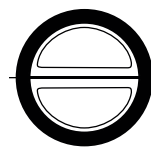
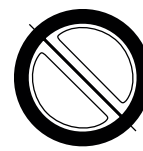

Рис. 2
Рис. 3
2. Клапан необходимо устанавливать в таком положении, чтобы были задействованы обе створки, как на рис. 1. Недопустима установка клапана как на рис. 2 и рис. 3.